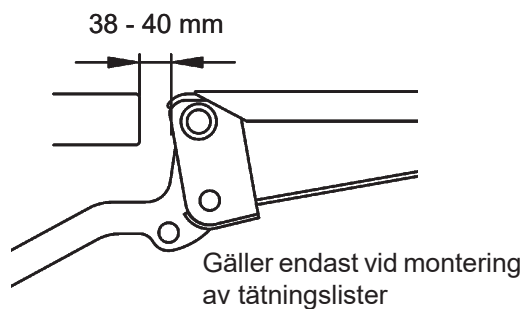

Bild 46. Kontrollera att avståndet mellan flak och plattform är 38 - 40 mm
1. Kontrollera att avståndet mellan flak och plattform är 38 - 40 mm., se Bild 46.